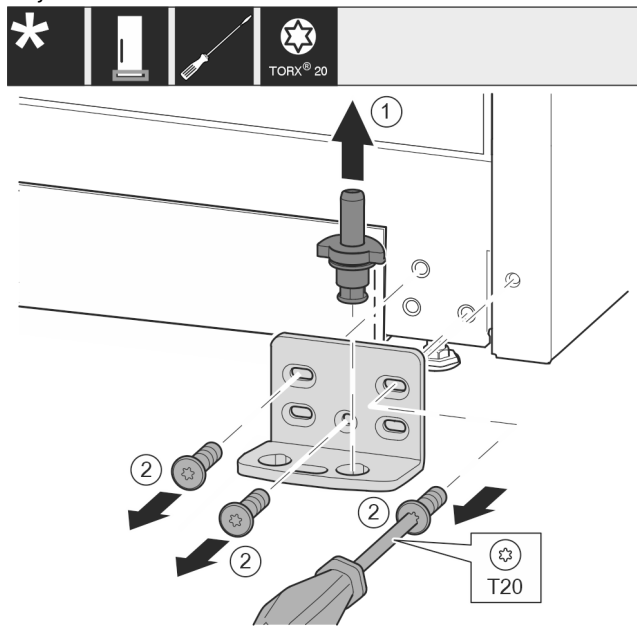

Fig. 18 *
- ▶ Ložiskový čep Fig. 18 (1) celý vytáhněte nahoru.*
- ▶ Šroubovákem vyšroubujte šrouby Fig. 18 (2) a sejměte stojan ložiska.*